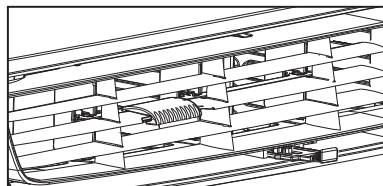

Figure 2 (AIR FRAIS)
2. Faire entrer de l'air à l'intérieur de la pièce - air frais (voir Fig. 2)